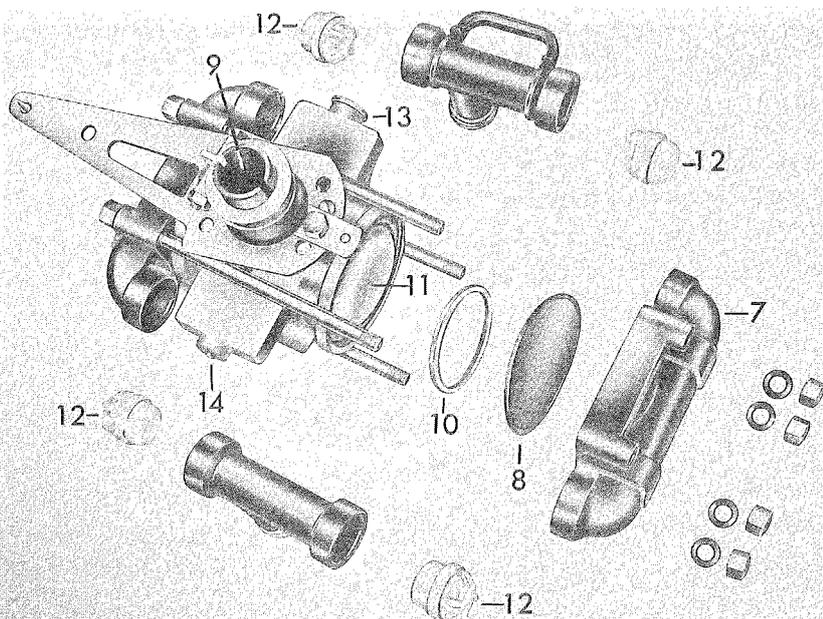

Abb. 5
Zum Auswechseln der schadhaften Membrane müssen die 4 Hutmuttern (M 12) gelöst werden - Abb. 5. Hierdurch lassen sich die beiden Ventildeckel der Pumpe (7) abnehmen, wodurch die Membranen (8) zugänglich werden.
- 12 Ventile (Ventile in Stellung wie Abb. 5 zeigt einbauen)